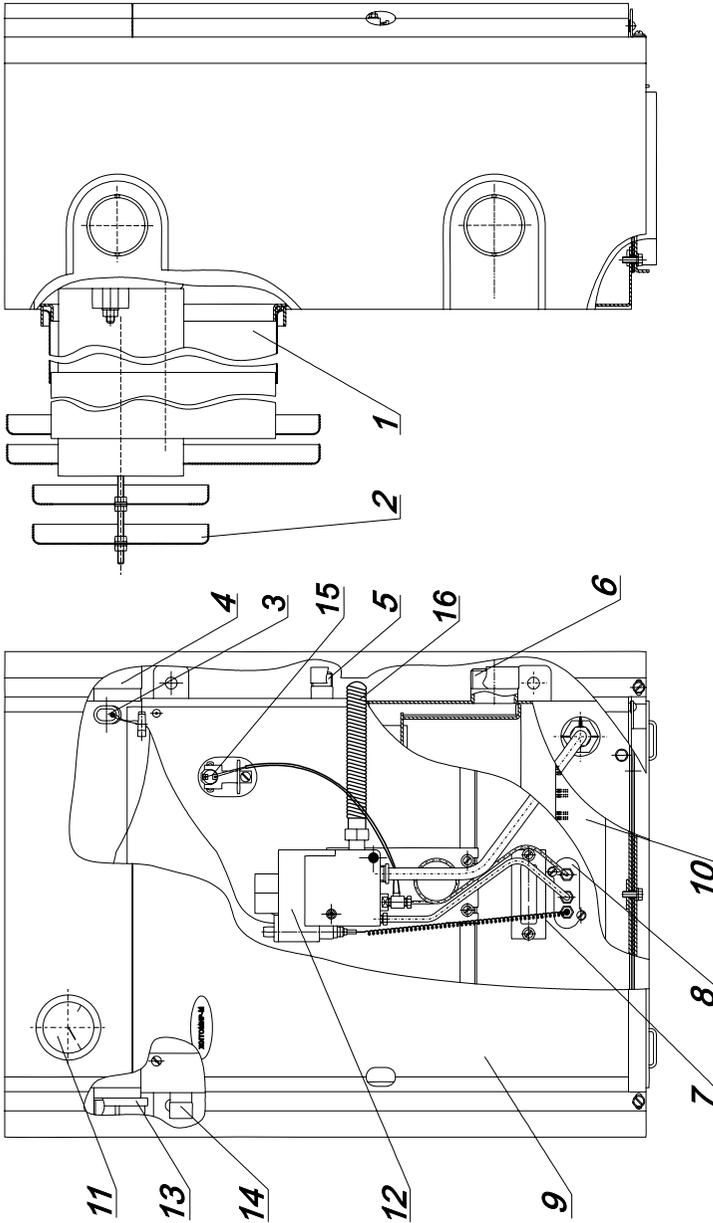

Рис. 1. Устройство изделия
5.1. Изделие (см рис.1) состоит из таких основных частей: корпуса с герметичной камерой сгорания, дымовоздушного блока (дымохода), газогорелочного устройства, крышек, закрывающих верхний и нижний проемы корпуса, водонагревателя (для изделий с вторым контуром). Для обеспечения герметичности изделия между корпусом и дымовоздушным блоком, газогорелочным устройством, крышками установлены прокладки из теплоизоляционного материала. Корпус изделия закрыт декоративной облицовкой.
Перед вводом изделия в эксплуатацию необходимо залить 10-15 мл машинного масла в стакан корпуса изделия (поз.3, рис.1)!
положения 1...7. Максимальная температура теплоносителя соответствует цифре 7 на рукоятке управления. Температуру контролируйте термоиндикатором (поз.11, рис.1). Регулировку температуры теплоносителя осуществляет термостат газового клапана через термобаллон, вставленный в стаканчик корпуса изделия (п.3 рис. 1).
Перед запуском изделия, необходимо проверить наличие машинного масла в стакане корпуса изделия (поз.3, рис.1)!